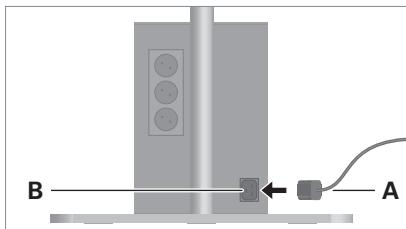

Fig. 10: Collegamento dell'apparecchio d'illuminazione.
- ▶ Inserire la presa **A** nella spina **B** dell'unità di alimentazione, vedi Fig. 10.